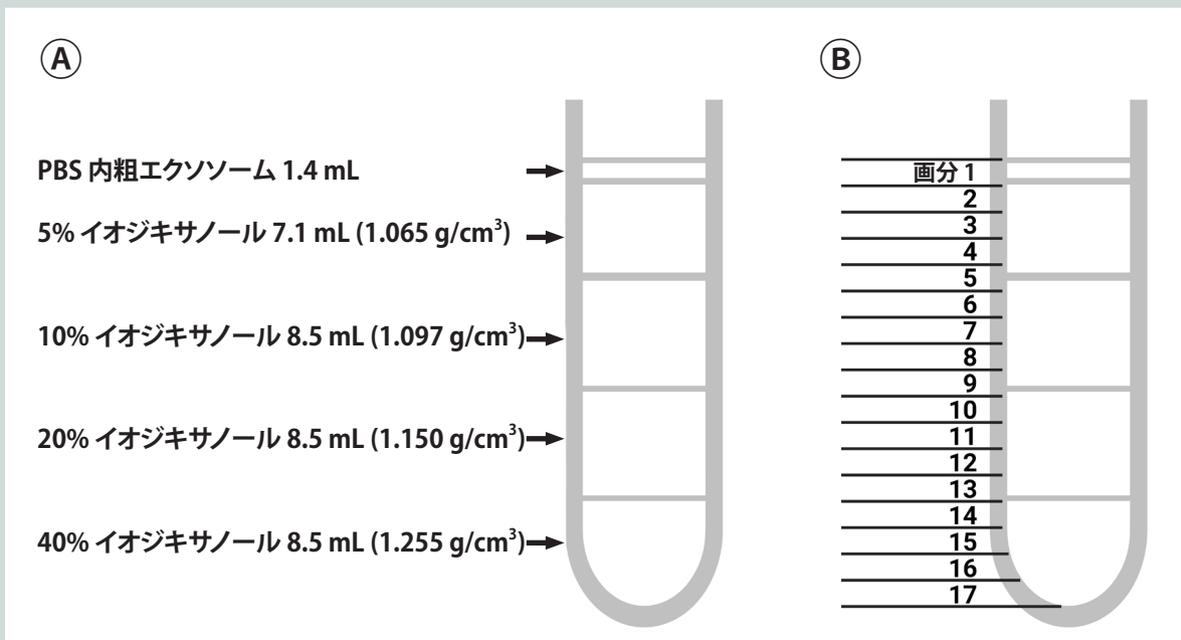

図 2 – 遠心分離前の密度勾配の層と組成の概略図 (A)。遠心分離後、上から下に 2 mL ずつ画分し溶液を回収します (B)。
60 % イオジキサノールと 0.25 M スクロース溶液を混合することにより、4 段階の濃度の溶液 (5%、10%、20%、40%) を調製します。図 2- (A) に示すように、40PET チューブに溶液を重層します。
超遠心機を用いたスクロースクッション法⁶で粗精製したエクソソームを、40PET チューブ内の密度勾配溶液の上に慎重に重層します (図 2- (A))。チューブを Rotor P32ST のバケットにセットし、100,000 x g、4°C で、Centrifuge CP100NX で 16 時間遠心分離します (図 3)。加速レートは 7、減速レートは 0 に設定します。
遠心分離後、エクソソームは 1.15 ~ 1.19 g/cm³ の密度範囲に濃縮されますので、上から 2 mL ずつ、17 の画分に回収します。(図 2- (B))。Concentrator plus (遠心濃縮機) で 135 分間濃縮し、各画分の容量を 300 μL まで減らします。画分は動的光散乱を使用して分析します。